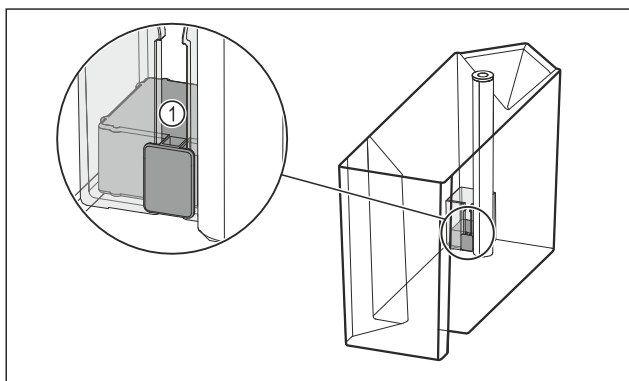

Fig. 98
- ▶ Provjerite je li plovak Fig. 98 (1) zaglavljen.